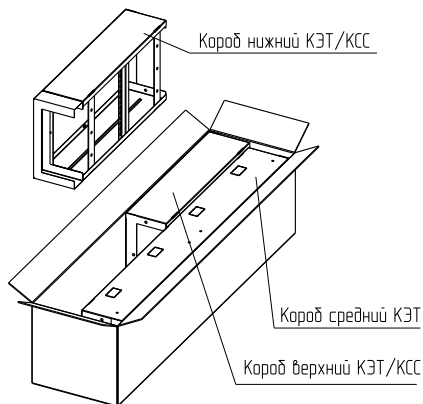

Рисунок 2
4.2.1 Извлечь Короб нижний КЭТ/КСС (1.1) из упаковки «Короб электротехнический КЭТ» (рисунок 2).